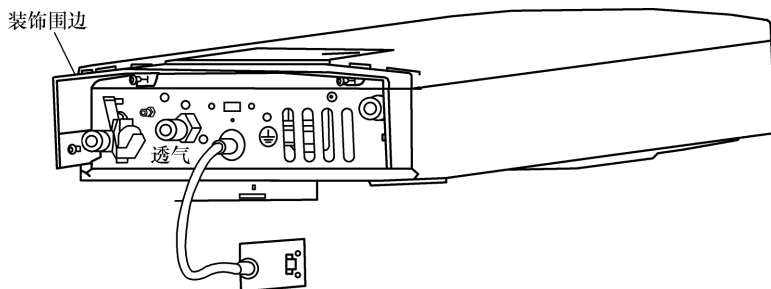

图 7-60 固定装饰围边
3) 用取下的 4 颗螺钉将附件里的装饰围边固定于热水器底部，如图 7-60 所示。